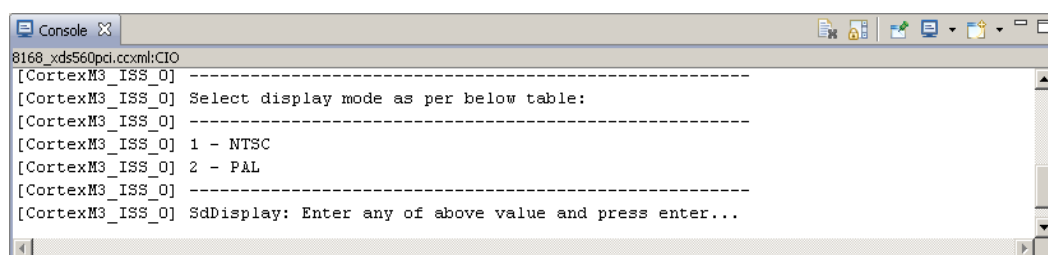

图 1-2-23
5. 按下 F8 运行代码, 观察控制台输出, 提示选择显示模式, 如图 1-2-23 所示。